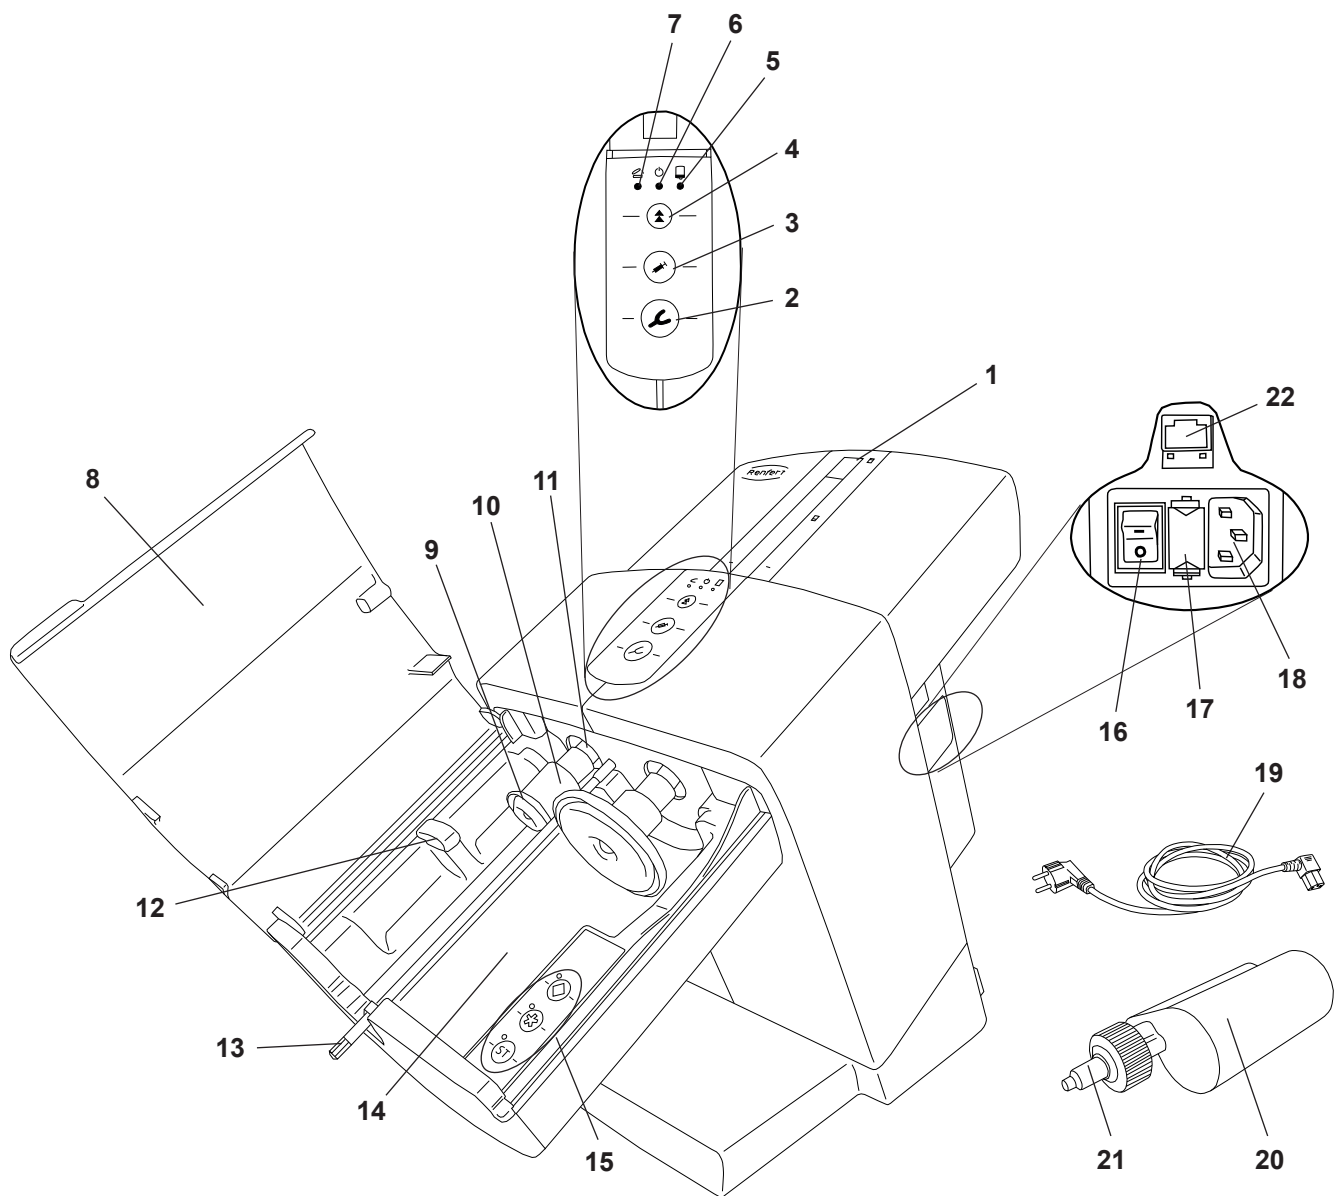

図 1
⇒ 同梱の電源ケーブル(19、図1)を電源プラグ(18)に差し込みます。
⇒ 本体カバー(8、図1)を閉じて下さい。
- ◆ プッシュプレート(9、図1)は、出口位置に戻るまで走行し、そこで停止します。
カートリッジの交換のような挿入は、二つのプッシュプレート(9、図1)が出口位置にある場合にのみ実行することが可能です。
⇒本体カバー(8、図1)を閉じます。
⇒本体カバー(8、図1)を開きます。
機器類フラップは、カートリッジが正しく設置された場合にのみ閉まります。機器類フラップがきちんと閉まっていない間、赤LED「機器類フラップが開いている」(7、図1)が点灯します。
- ◆ 混合六角ネジ(13、図1)は回転し始め、自動で混合ノズル(21、図1)を通り、再度停止します。